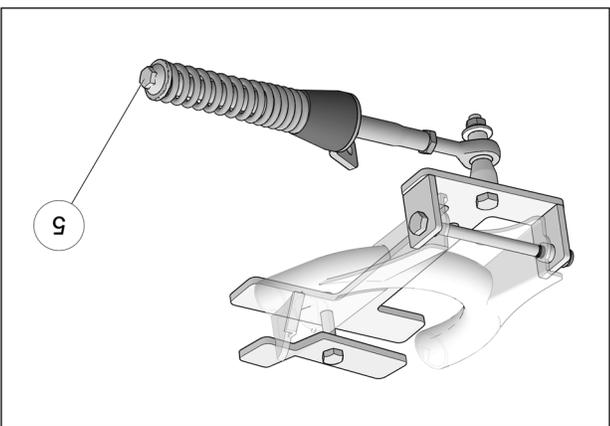

Fig. 13
11. Vérifier que le boulon du ressort (5) est serré au couple recommandé : 75 N•m [55 lb•pi]. Fig. 13